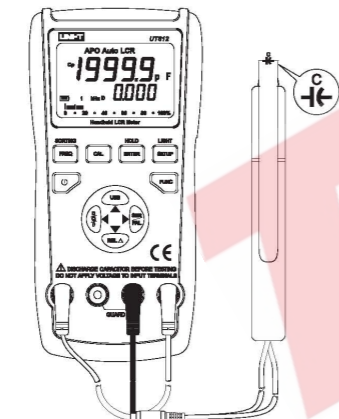

图 11
- 将电容插入测试端口或用相应的附件接入被测电容（如图11）。